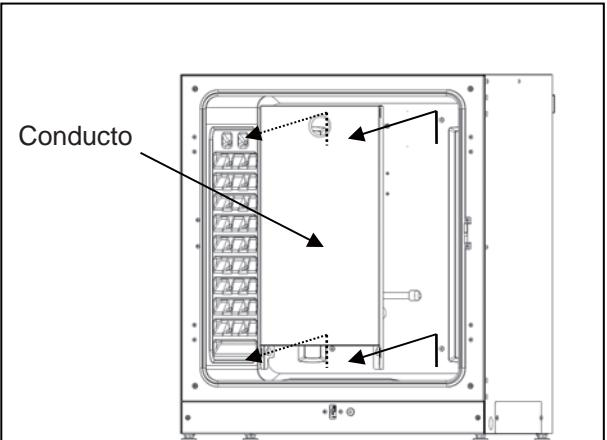

Fig. 5
6. Afloje los tornillos en la parte de atrás y extraiga el conducto levantándolo (Fig. 5)